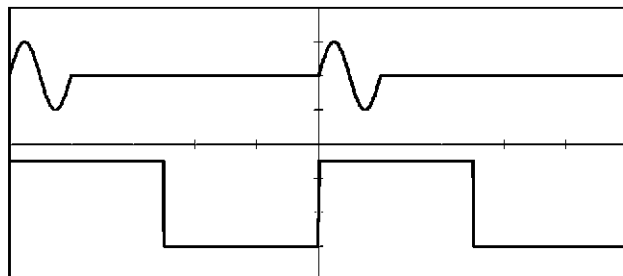

図 8-12 シングル、1 回、Pos の波形
24. 図 8-12 のように、トリガ信号の上がりエッジで正弦波信号が 1 周期分だけ出力していることをオシロスコープで確認します。